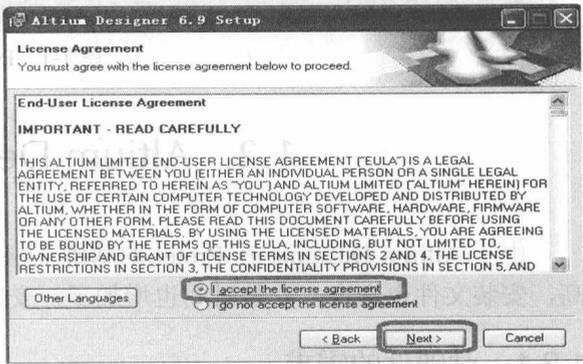
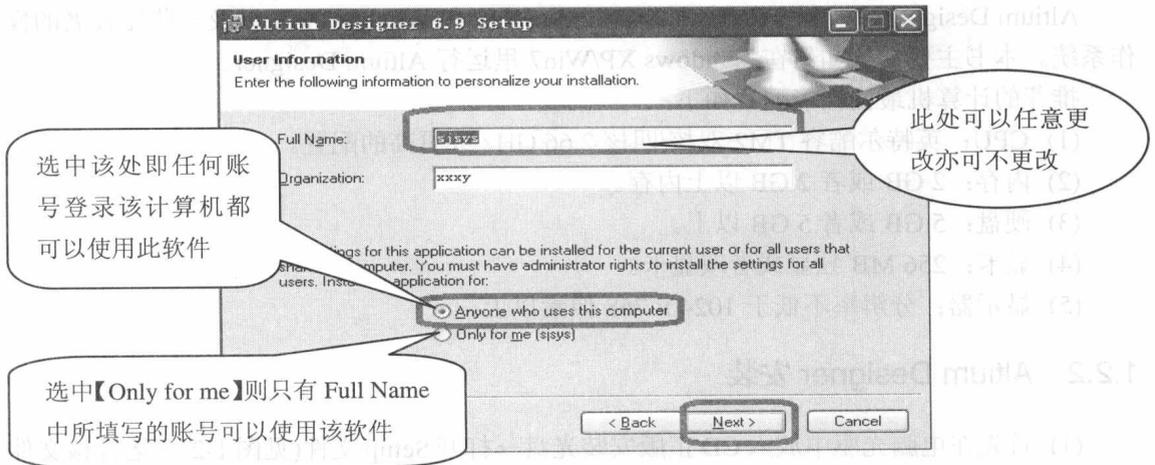

图 1-4 安装许可
图 1-5 用户权限设置
(2) 点击接受安装并点击【Next】(见图 1-4)，如图 1-5 所示设置好后(不更改亦可)即可点击【Next】继续安装。